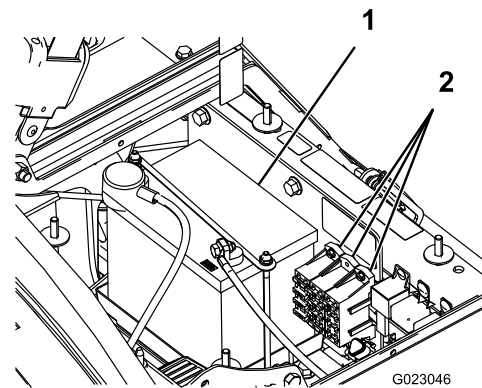

Figura 49
Hay 2 bloques de fusibles y 1 zócalo vacío en el sistema eléctrico. Se encuentran debajo del asiento (Figura 49).
2. La batería está situada en el lado derecho de la máquina, detrás de la bomba (Figura 49).
5. Retire el dispositivo de sujeción de la batería y los herrajes (Figura 49).
2. Instale el dispositivo de sujeción de la batería, fijándolo con los herrajes que retiró anteriormente (Figura 49).
4. Instale la tapa de la batería y fijela con los 2 pomos (Figura 49).
1. Afloje los pomos de los lados de la caja de la batería y retire la tapa de la batería (Figura 49).